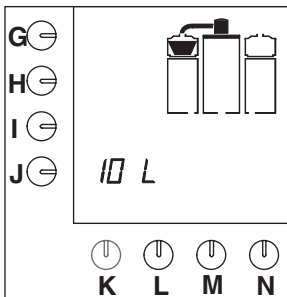

Fig. 7 Temps d'égouttage
- Dès que le container est rempli, le porte filtre clignote sur l'écran de contrôle pendant le temps d'égouttage (fig.7).